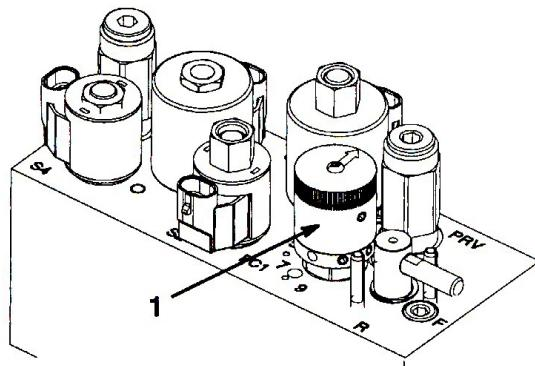

図 38
- リールの速度を設定するには、ノブ（図38）を回して、ノブの矢印を、所定の番号に合わせます。